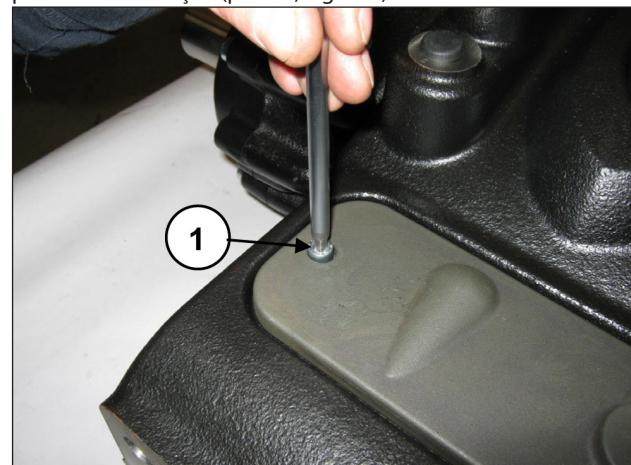

Fig. 169
Remova a tampa de inspeção superior, soltando os dois parafusos de fixação (pos. ①, Fig. 169).